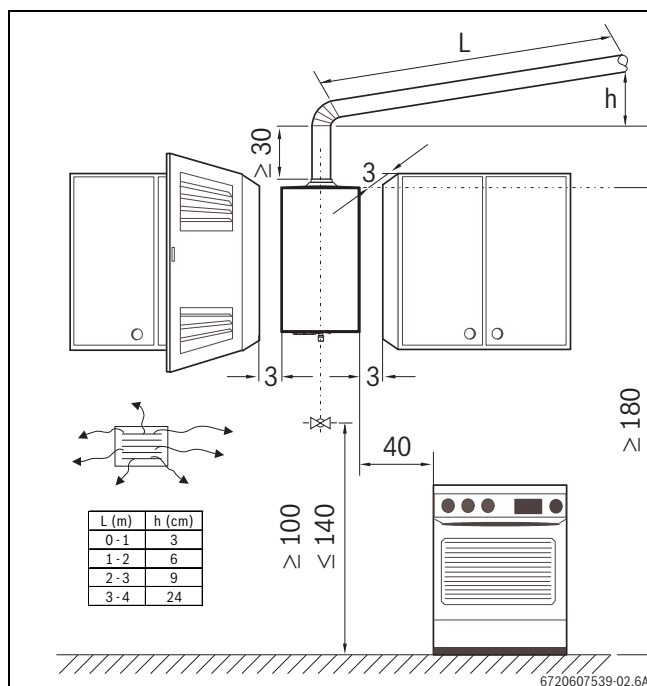

Fig. 12 Espacements minimaux (cm)
- Respecter les espacements minimaux d'installation indiqués dans la fig. 12.